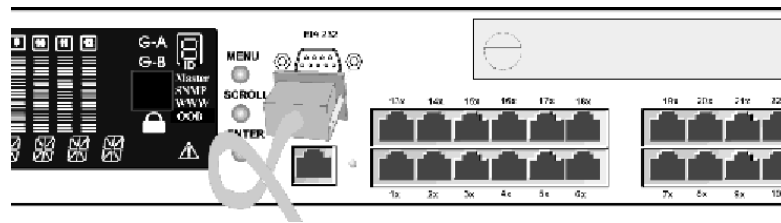

Abbildung 20. Kabel an den Verwaltungsanschluß anschließen
1. Schließen Sie das eine Ende eines Nullmodemkabels (Direktverbindung) an den Verwaltungsanschluß des IBM Ethernet Stackable Hub an, der mit "EIA 232" beschriftet ist. (Siehe Abb. 20).